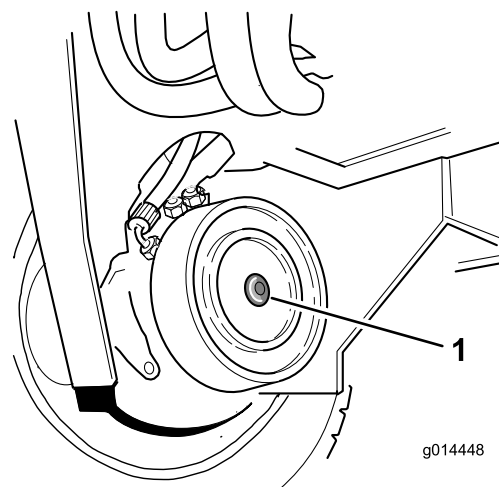

Figure 39
2. Identifiez le frein à disque du moteur de roue avant droite et enlevez le bouchon hexagonal (Figure 39).